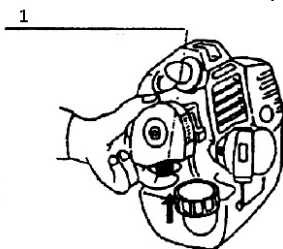

Fig. 8
- Apăsați capsula de mai multe ori pentru a vă asigura că combustibilul trece prin carburator . Acest lucru va ajuta la pornirea cu ușurință a dispozitivului (Fig. 8).